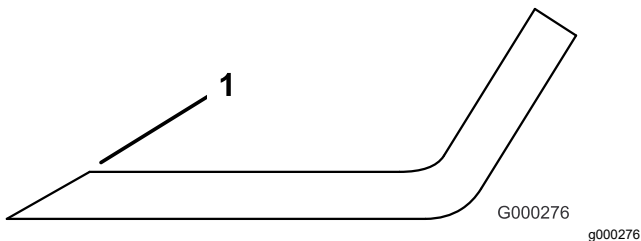

Рисунок 73
- Заточите напильником режущую кромку на обоих концах ножа (Рисунок 73).
**Примечание:** Если нож не сбалансирован, удалите некоторое количество металла только с конца области загиба (Рисунок 73).